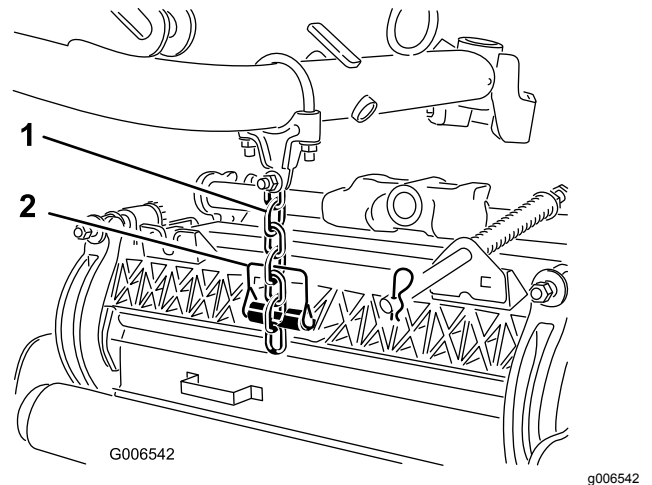

Figura 13
8. Fissate la catena del braccio di sollevamento alla staffa della catena dell'apparato di taglio (Figura 13) con il perno di ritenuta, come indicato di seguito: